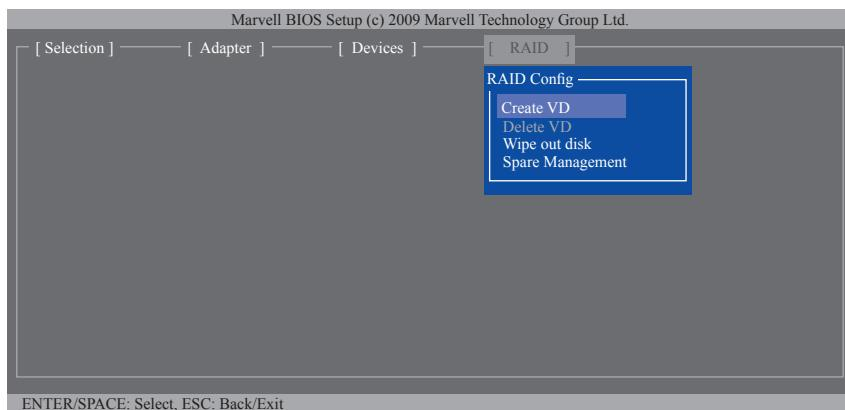

図 4
Intel(R) Rapid Storage Technology メニューで、Create RAID Volume 上で <Enter> を押し、Create RAID Volume 画面に移動します。アイテムの下で 1 ~ 16 文字(特殊文字は使用不可)でボリュームNameを入力し、<Enter> を押します。次に、RAID レベルを選択します(図4)。サポートされる RAID レベルには RAID 0、RAID 1、RAID 10、と RAID 5 が含まれています(使用可能な選択は取り付けられているハードドライブの数によって異なります)。次に、下矢印キーを使用して、Select Disks に移動します。
ステップ 1: メイン画面で、RAID タブの <Enter> を押します。RAID Config メニューが表示されます(図 4)。Create VD 項目で、<Enter> を押します。